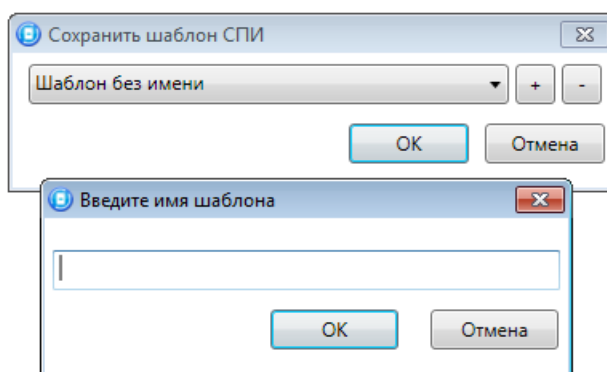

Рисунок 4.45 — Сохранение шаблона
- *Сохранить шаблон настроек:* открытие окна *Сохранить шаблон ПОО* (см. рисунок 4.45), с помощью которого можно сохранить конфигурацию ПОО контроллера в качестве шаблона.